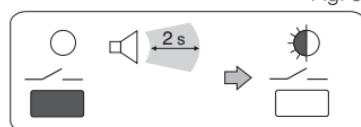

Fig. 6
- Mantener presionada la tecla “—” hasta oír una señal acústica y soltarla: el LED parpadea (fig. 6). El transmisor está combinado con el receptor.